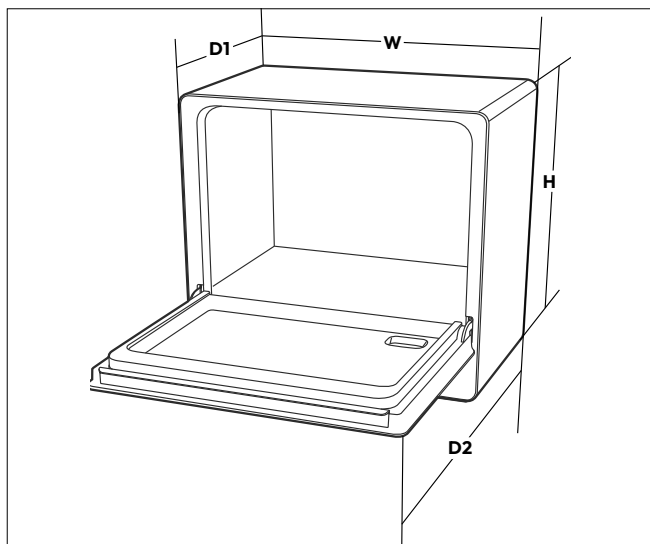

Fig. 7 – Dimensioni dell'apparecchio
- Durante l'installazione, prestare attenzione alle dimensioni dell'apparecchio (vedere Fig. 7):